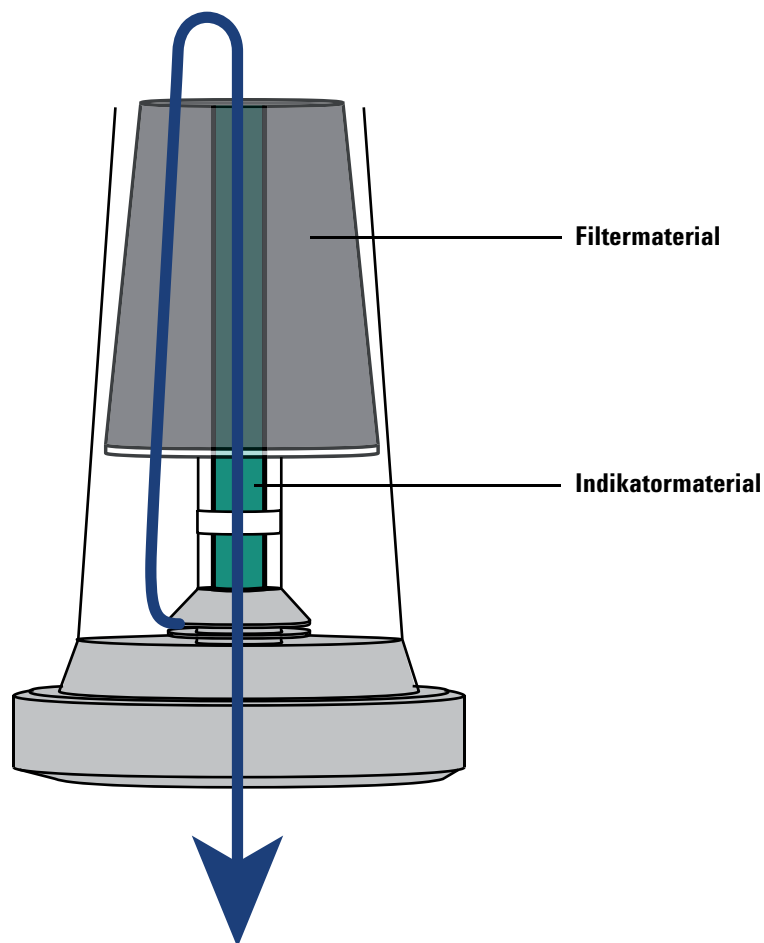

Abbildung 39. Gasdurchfluss durch den Gasreinigungsfilter
Das Gas strömt in aufsteigender Richtung von der Unterseite des Filters nach oben und dann nach unten durch das Filtermaterial, das Indikatormaterial und aus der Unterseite des Filters heraus (siehe **Abbildung 39**).
- 4 Entfernen Sie den gesättigten Filter, indem Sie die Rändel- bzw. die Kunststoff-Ringmutter, die den Filter an der Anschlusseinheit befestigt, abschrauben (**Abbildung 39**).